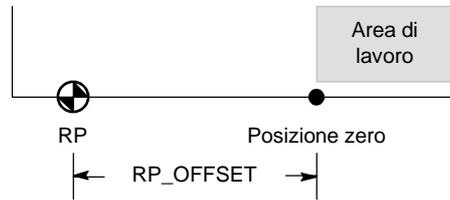

Figura 9-15 Rapporto tra l'RP e la posizione zero
- L'Assistente di controllo posizionamento mette a disposizione delle opzioni avanzate che consentono di specificare l'offset del punto di riferimento (RP\_OFFSET), ovvero la sua distanza dalla posizione zero (vedere la figura 9-15).